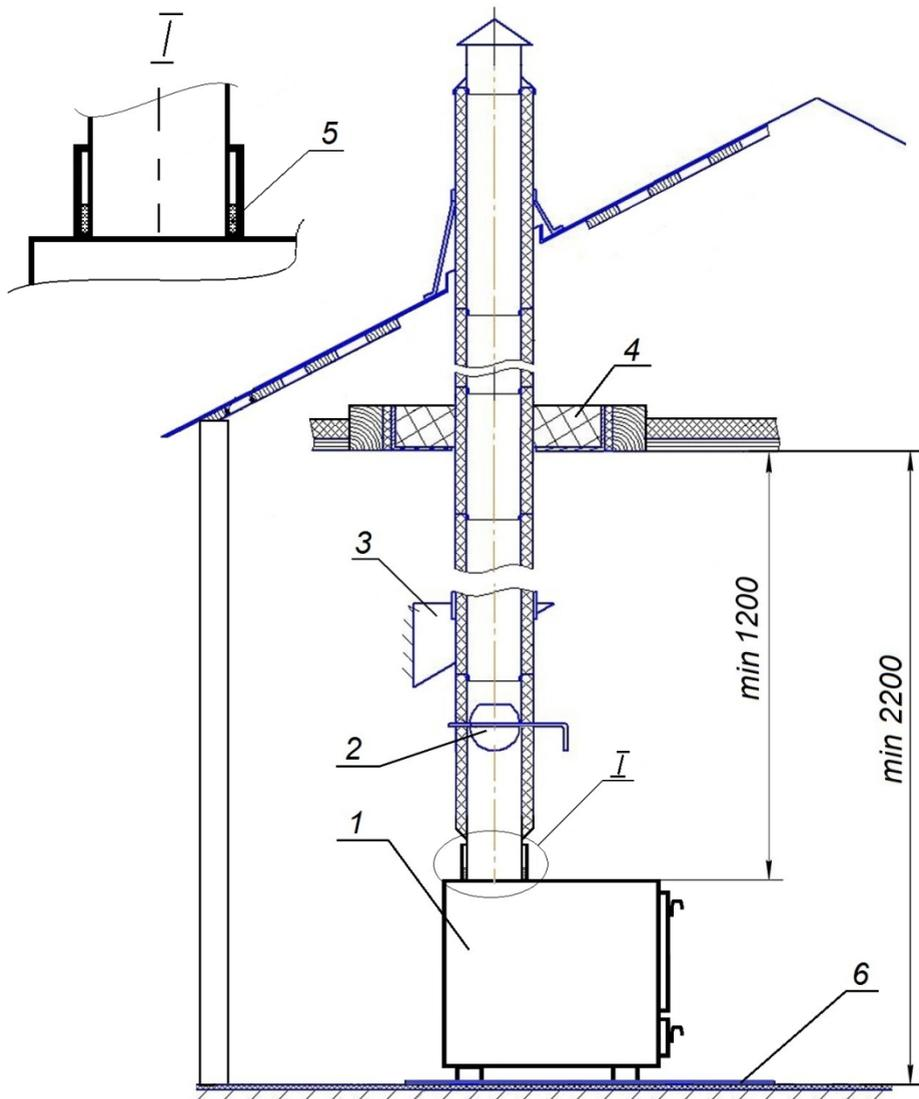

Рисунок 3. Схема монтажа печи и дымовой трубы.
- 4.8. Печь должна быть разгружена от веса дымовой трубы (поз.3 на рис.3).
- 4.11. Дымовая труба должна быть оборудована шибером (поз.2 на рис.3).